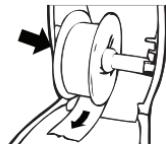

Figure 9
- 6** Insérez la bobine d'étiquette dans la fente du couvercle de l'imprimante avec les étiquettes sortant de dessous du rouleau. (Figure 9)